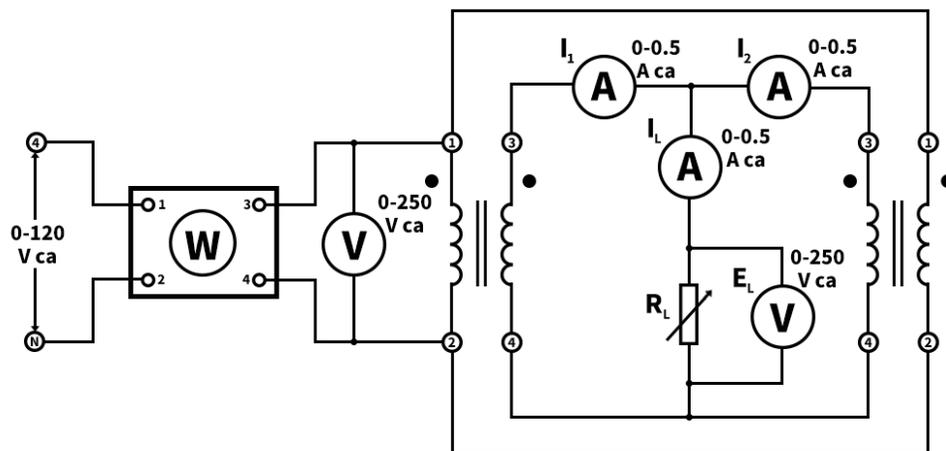

Figura 5-1
1. Conecte el circuito que aparece en la Figura 5-1 utilizando los Módulos EMS de transformador, fuente de alimentación, watímetro, resistencia y medición de *ca*. Observe que los dos transformadores están conectados en paralelo. Los devanados primarios (1 el 2) se conectan a la fuente de alimentación de 120 V *ca*. El watímetro indicará la potencia de entrada. Cada devanado secundario (3 a 4) se conecta en paralelo con la carga. Los amperímetros se conectan para medir la corriente de carga I_L y las corrientes de los secundarios de los transformadores I_1 e I_2 .